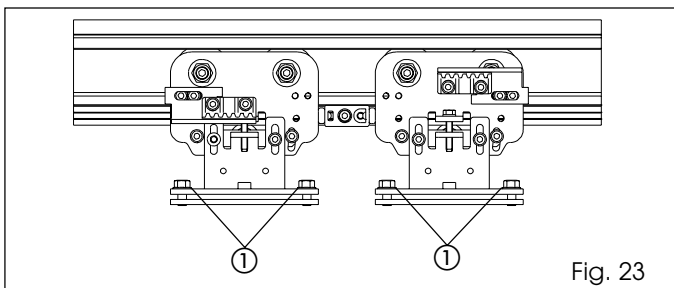

Fig. 23
De deuren uit de serie 940 SMT worden geleverd met de wagens in correspondentie met de sluitrand (fig. 23). Als het midden van de deur moet worden bijgesteld, dient u als volgt te werk te gaan:
- Maak de bevestigingsschroeven (fig. 23 ref. ①) van de betreffende wagen los. Breng de wagen naar de aanslag totdat deze twee elkaar raken.